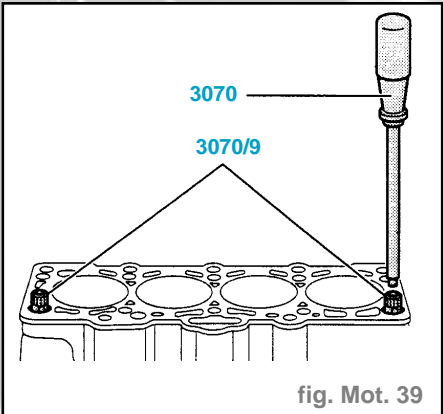

fig. Mot. 39
- Pour le centrage, visser les pivots de guidage **3070/9** de l'outil **3070** dans les alésages extérieurs côté admission (fig. mot. 39).